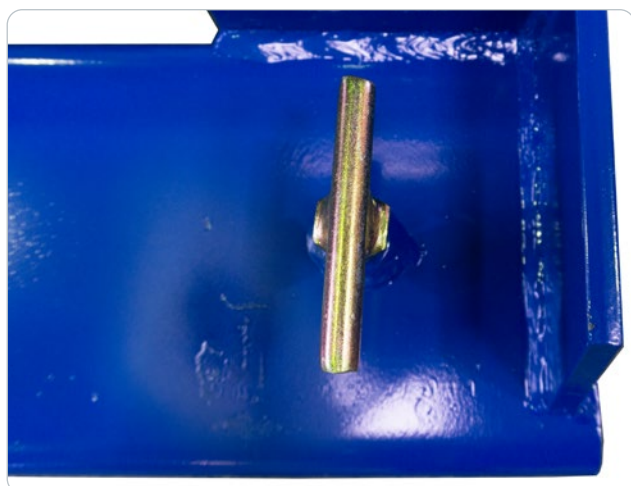

Figura 1
4. Apertar as duas pinças de parafuso (Figura 1).